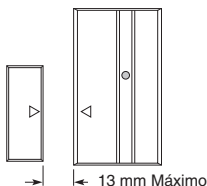
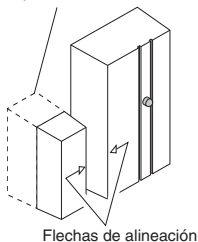

Figura 3
Figura 4
- 3. Monte el detector.** Use ya sean tornillos o cinta adhesiva por ambas caras para instalar el pulsador. **IMPORTANTE:** El máximo espacio entre el detector y el imán es de 13 mm (vea la Figura 3). Las flechas ubicadas en el frente de cada componente deben alinearse y mirarse unas a otras (vea la Figura 4). El imán debe estar junto al detector. *Nota:* Si el imán está empotrado, use el espaciador para asegurar una alineación correcta (vea la Figura 4).